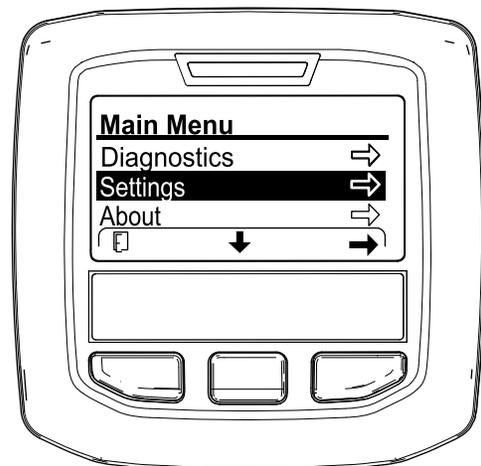

Bild 122
- Rufen Sie im InfoCenter das HAUPTMENÜ auf (Bild 122).